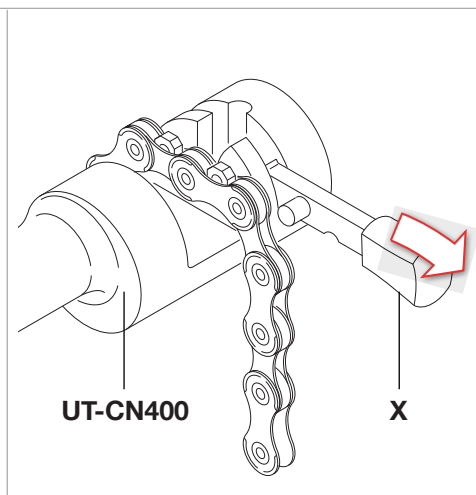

Fig.3
- Preparar la herramienta UT-CN400 colocando la lengüeta en modalidad de apertura (X - Fig. 3).
- introducir el eslabón que hay que abrir en la herramienta UT-CN400 (Fig. 3) teniendo cuidado de terminar con un eslabón interno;
- enroscar la herramienta hasta que el perno no haya salido completamente del orificio del eslabón (Fig. 3).